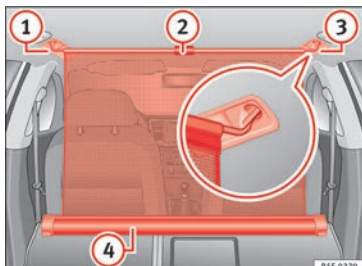

Fig. 171 Dans le coffre à bagages : filet de séparation attaché avec le dossier de la banquette arrière rabattu.
- Tirez la languette »» **fig. 171** ② vers le haut pour sortir le filet de la structure »» **fig. 171** ④.
- Attachez le filet de séparation au côté droit »» **fig. 171** ③ (image élargie).
- Attachez le filet de séparation dans le logement du côté gauche »» **fig. 171** ① en étirant la tringle.
Le filet de séparation est monté correctement lorsque les extrémités en forme de T sont fermement attachées dans les logements correspondants »» **fig. 171** ③ et ①.
- Enroulez le filet dans la structure »» **fig. 171** ④ en la déposant manuellement.